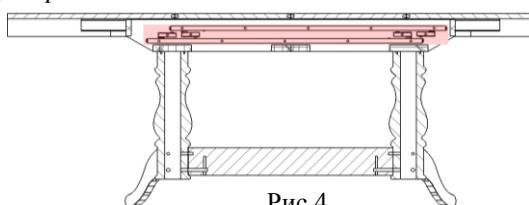

Рис.4.
6.1 Укладку вставок производить согласно схеме хранения вставок (Рис.4.). Открыть замки. Максимально раздвинуть столешницы. Привести вставки в положение 1 (Рис.3) и переместить их на мягкие поверхности. К первой вставке, для исключения забоя ЛКМ, к стороне с замками прижать коврик из ППУ (13), закрывая всю поверхность. Удерживая вставку и прижатый к ней коврик аккуратно уложить первую вставку лицом вверх (замками вниз) внутрь подстолья. Положить на первую вставку второй коврик из ППУ (13). Далее уложить на второй коврик вторую вставку лицом вниз (замками вверх). Сдвинуть столешницы, закрыть замки.